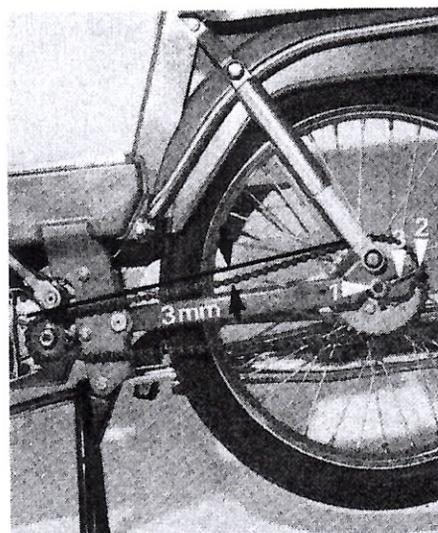

Fig. 8
Le réglage idéal est obtenu lorsque le brin supérieur de la chaîne présente une flèche de 3 mm (fig. 8) par rapport à une règle reposant sur la partie supérieure des pignons menant et mené.
- Débloquez les 2 écrous (fig. 8 - n° 1) de fixation de roue AR sur le cadre, ainsi que les 2 contre-écrous (fig. 8 - n° 2) des tendeurs (fig. 8 - n° 3) de roue AR.